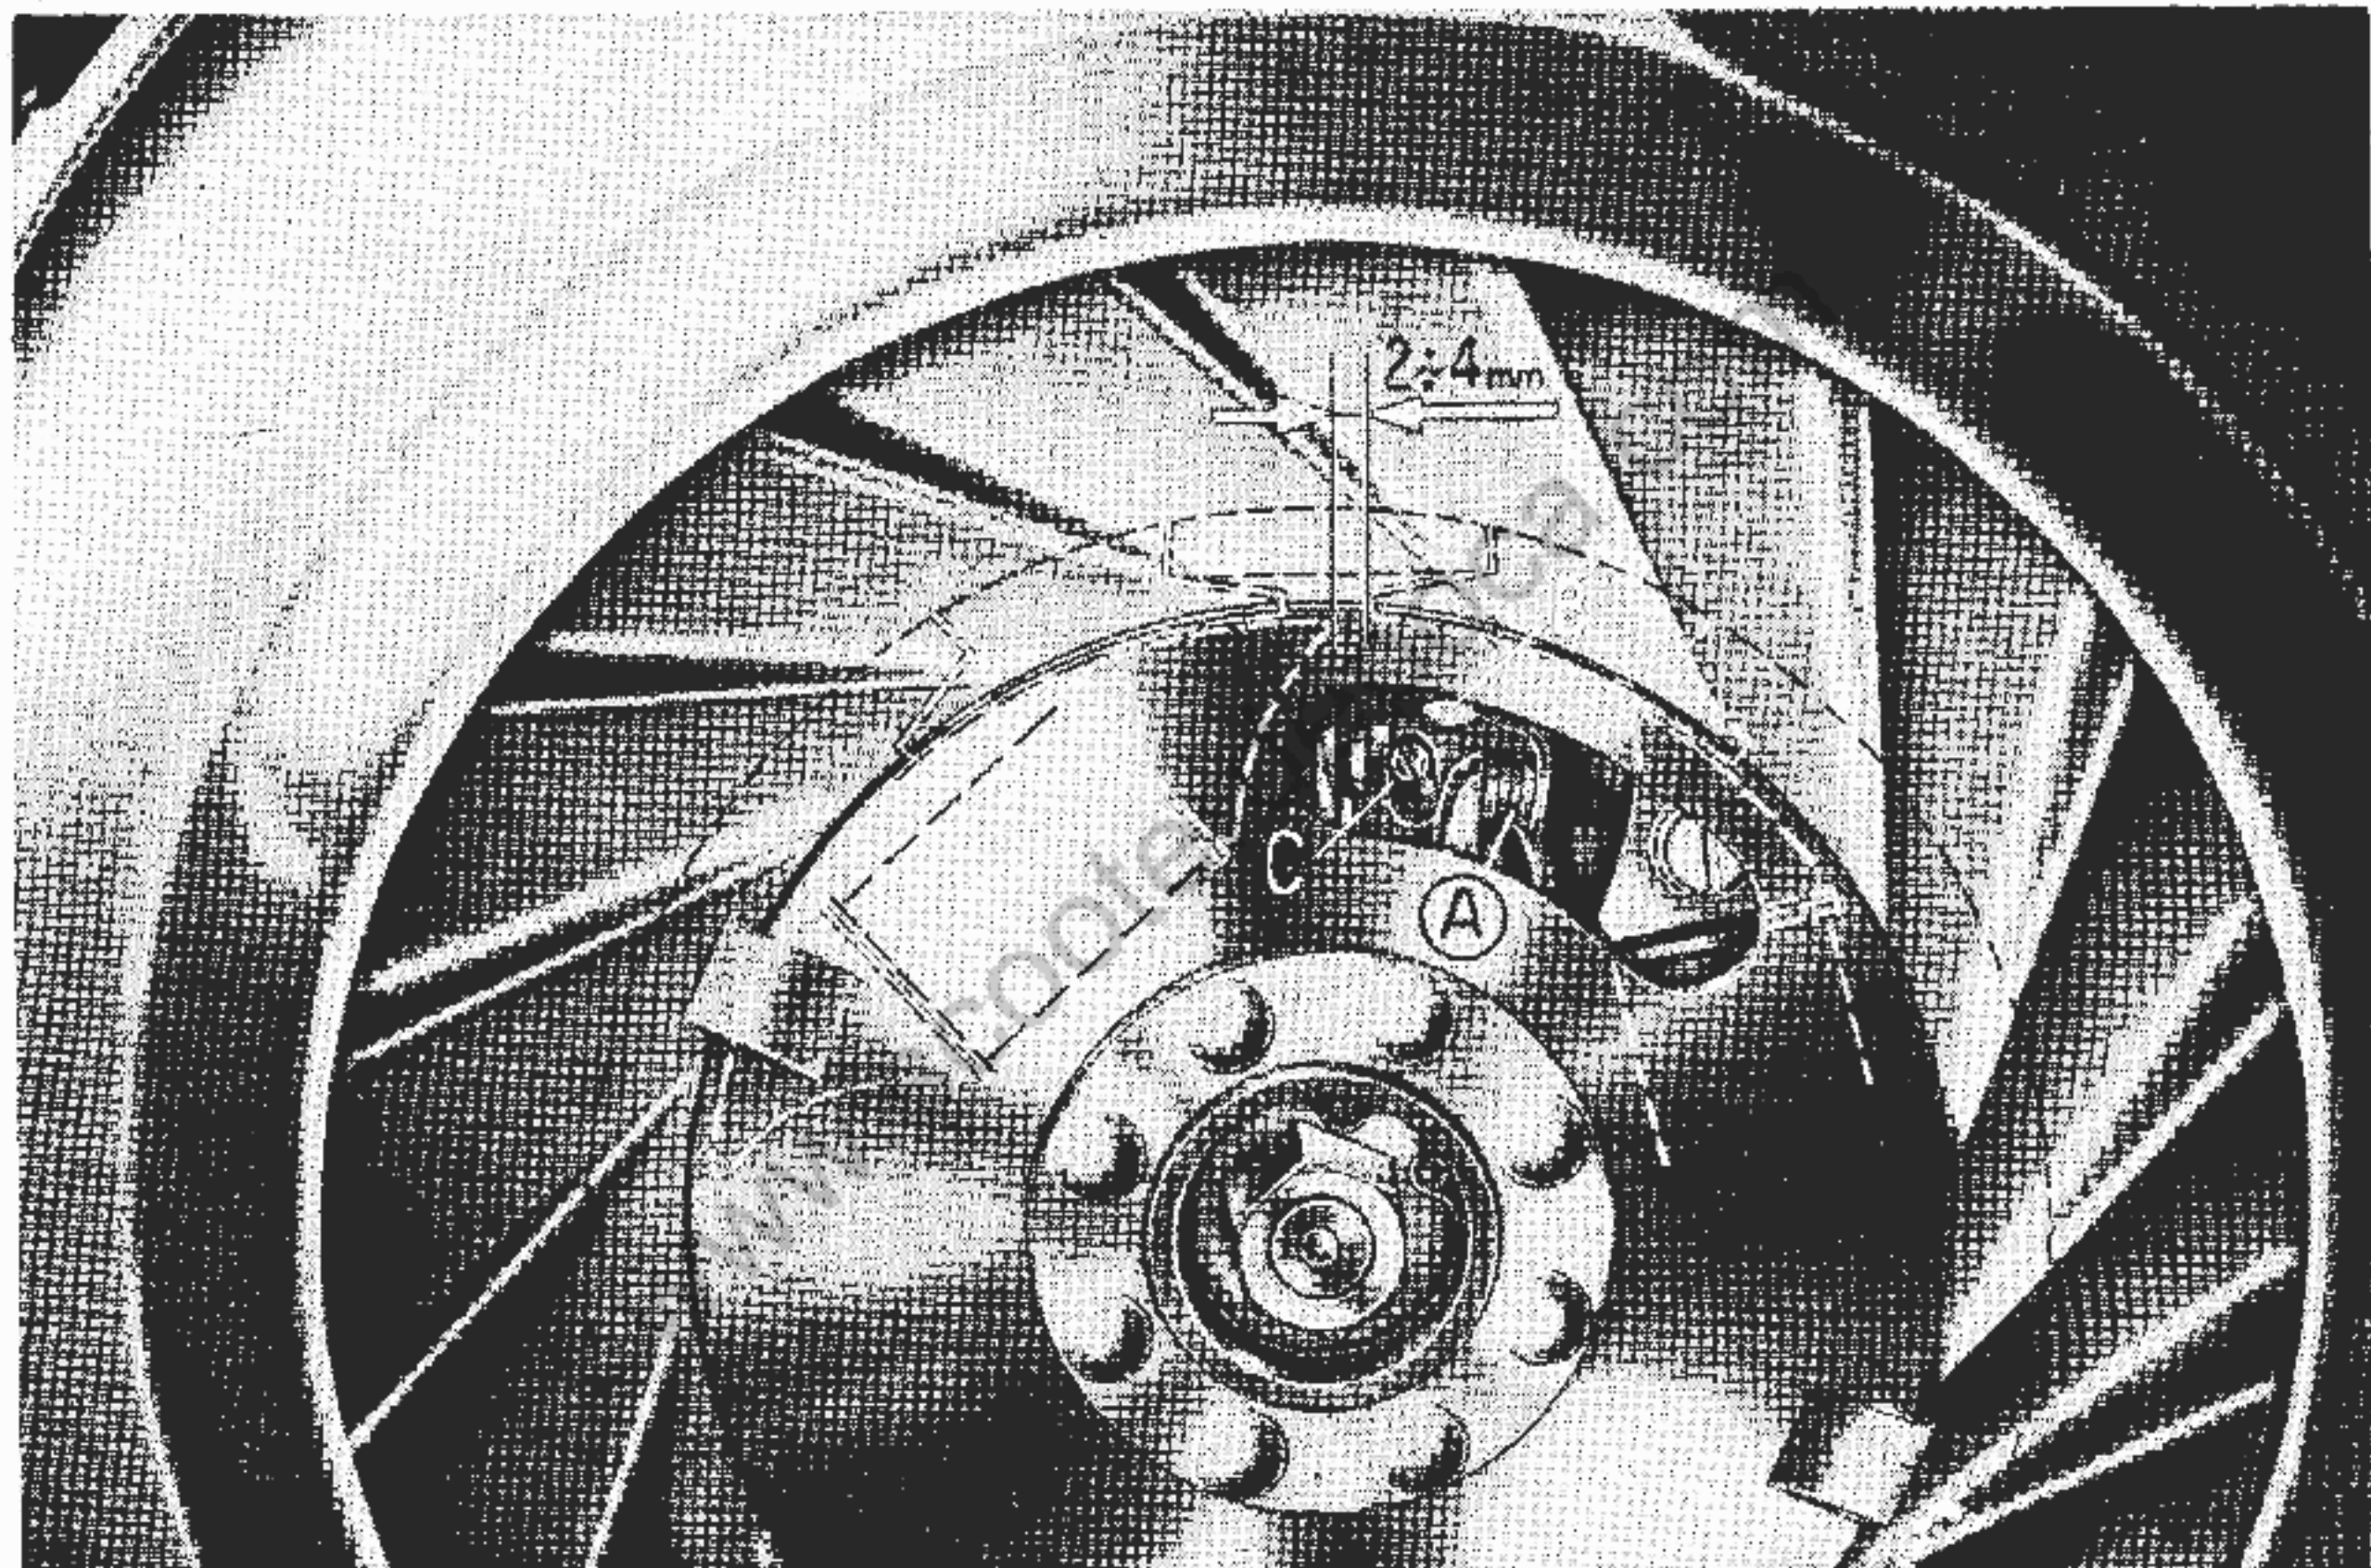

Fig. 16 - Operazioni per il controllo della «fasatura magnetica» del volano.
3) - Pulire, e se necessario registrare, le puntine platinato del ruttore (fig. 16). Per evitare inconvenienti o irregolarità nell'accensione, si consiglia **far eseguire questa operazione dalle Stazioni di Servizio.**